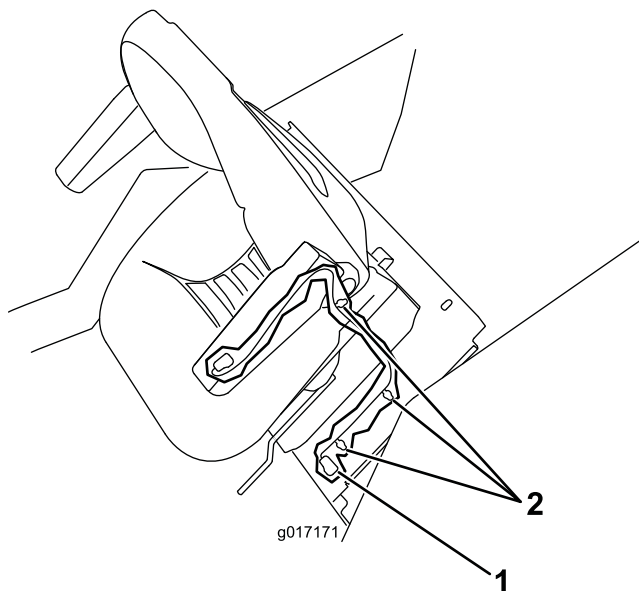

Figura 1
4. Desconecte el cable del interruptor del asiento del arnés de cables de la unidad de tracción (Figura 1).
5. Retire los clips o bridas, si los hay, que sujetan el arnés de cables del asiento a la chapa del asiento (Figura 1).